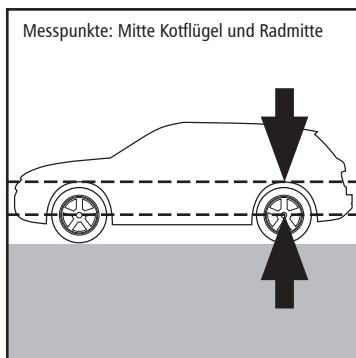

Abbildung 1, Fahrzeug im Ruhezustand
2. Messen Sie im Ruhezustand die Distanz zwischen der markierten Radmitte und der Kotflügelmitte (Abbildung 1) und notieren Sie sich den Wert (Raum für Notizen finden Sie auf der Rückseite).
Distanz eingefedert (Abb. 1)	– 40,0 cm
Distanz eingefedert (Abb. 1)	– 41,0 cm